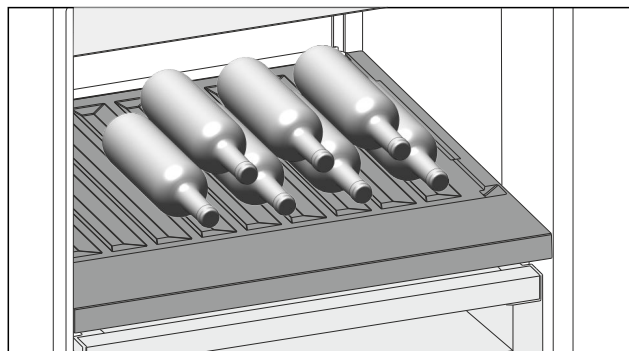

Fig. 173 Ilustrativni primjer
- ▶ Stavite boce s dnom prema stražnjoj stijenci hladnjaka. (pogledajte Fig. 173)